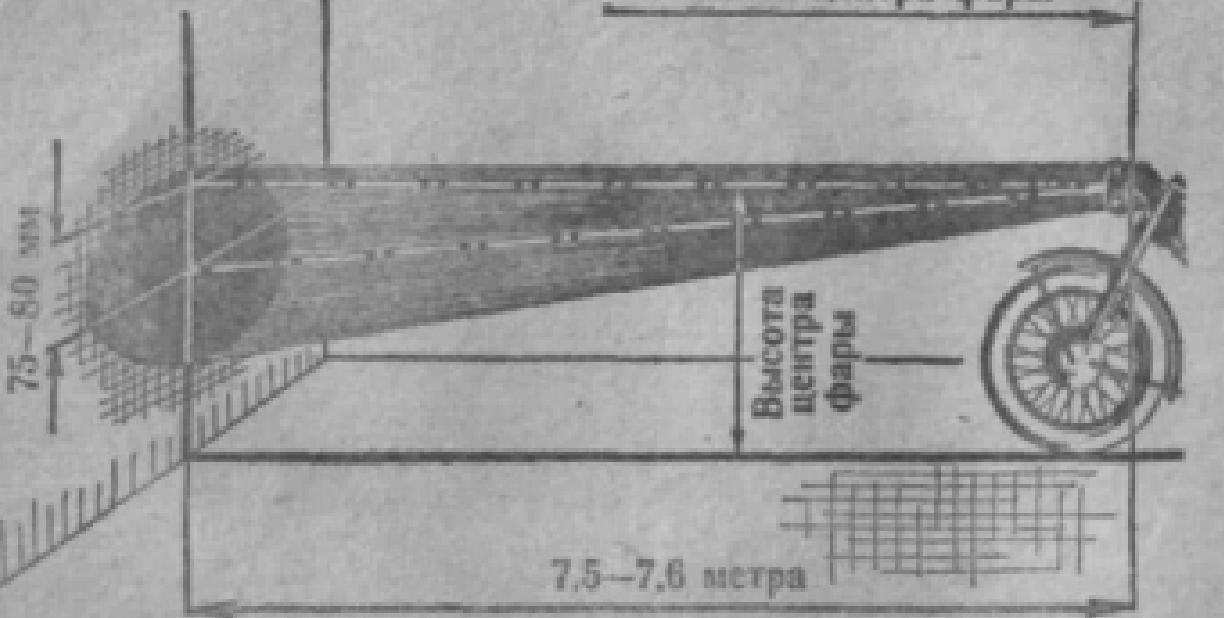

Рис. 37. Регулировка фары
- в) Ниже горизонтальной линии, на расстоянии от 75 до 80 мм, настри вторую горизонтальную линию (см. рис. 37).